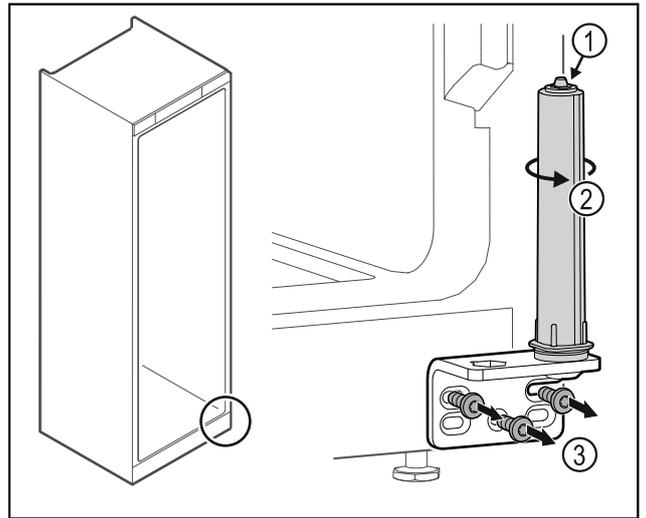

Fig. 33
- Non disassemblare il sistema di chiusura della porta Fig. 33 (1).
- Ruotare il sistema di chiusura Fig. 33 (2) finché non si innesta con un clic.
- Svitare la cerniera angolare Fig. 33 (3).